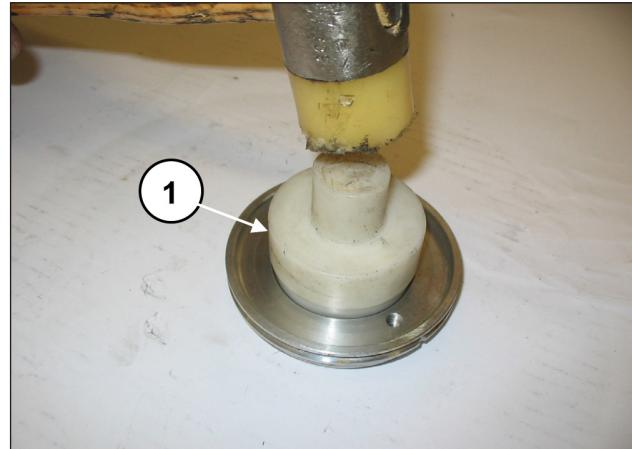

Рис. 93
Установите радиальное уплотнительное кольцо в крышку сальника (поз. ①, Рис. 93), используя калибр-пробку арт. 27910900.